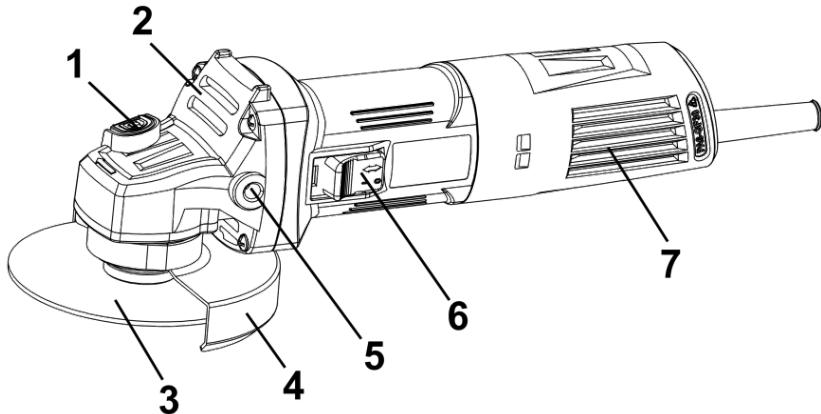

Рисунок 1
2.2.1 Конструкція виробу складається з одноступеневого редуктора з конічними шестернями в металевому корпусі (2), який приєднаний до пластикового несучого корпусу з колекторним двигуном змінного 1-фазного струму, перемикачем (6), вентиляційними сітками (7), мережевим
шнуром живлення згідно з рис.1. Вихідний вал редуктора розташований перпендикулярно осі двигуна і є робочим шпинделем для приєднання змінних насадок (абразивних дисків) (3) з фіксацією затискою гайкою, або накрученими на шпиндель. На металевому корпусі (2) виконані нарізні монтажні отвори (7) для встановлення передньої рукоятки, та хомутовим з'єднанням закріплений захисний кожух (4) з можливістю фікованого позиціонування по колу. Для фіксації шпинделя під час зміни дисків (3) в корпусі редуктора (2) передбачений кнопковий фіксатор (1). Електрична частина виробу складається з колекторного однофазного електродвигуна змінного струму, вимикача електроструму, з'єднувальних проводів і мережевого шнуря. Захист від ураження електричним струмом користувача у виробу відповідає класу II за ДСТУ EN 61140:2015.